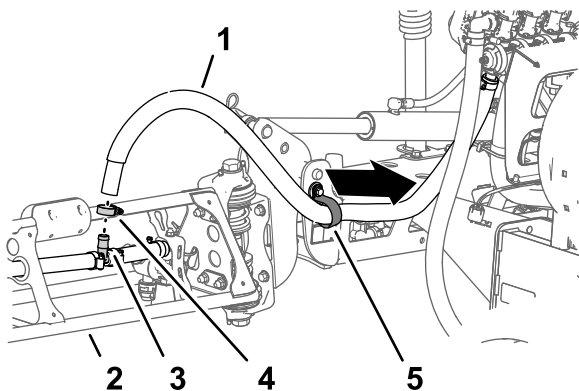

Figura 33
1. Nella sezione di irrorazione esterna, rimuovete la fascetta stringitubo che fissa il flessibile di sezione dell'irroratrice al raccordo a T dentellato (Figura 33).
2. Rimuovete il flessibile dal raccordo a T (Figura 33).
3. Rimuovete l'estremità libera del flessibile dal serratubi a R (Figura 33).